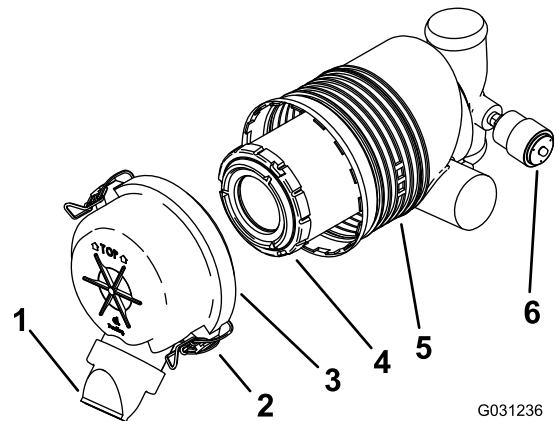

Bild 44
Wichtig: Warten Sie den Luftfilter nur, wenn die Wartungsanzeige rot ist (**Bild 44**). Das frühzeitige Auswechseln des Luftfilters erhöht nur die Gefahr, dass Schmutz in den Motor gelangt, wenn Sie den Filter entfernen.
4. Lösen Sie die Riegel am Luftfilter und ziehen Sie die Abdeckung vom Luftfiltergehäuse ab (**Bild 44**).
1. Schieben Sie den Filter vorsichtig aus dem Luftfiltergehäuse heraus (Bild 44).
4. Setzen Sie den Filter vorsichtig ein (Bild 44).
5. Bringen Sie die Luftfilterabdeckung mit der Seite an, auf der TOP gestanz ist, und rasten Sie die Riegel ein (Bild 44).